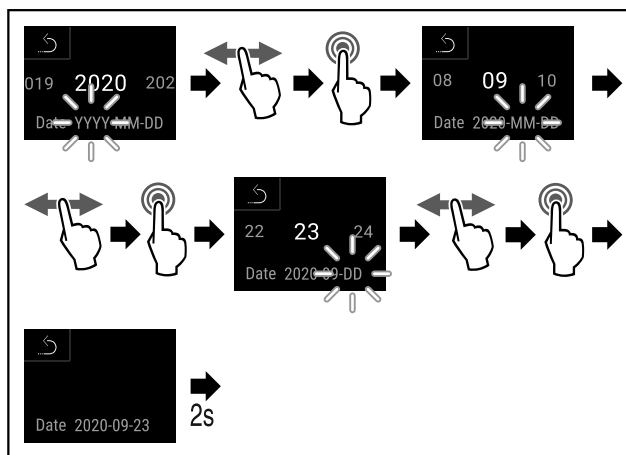

Fig. 106
- ▶ Eseguire i passi (vedere Fig. 106).